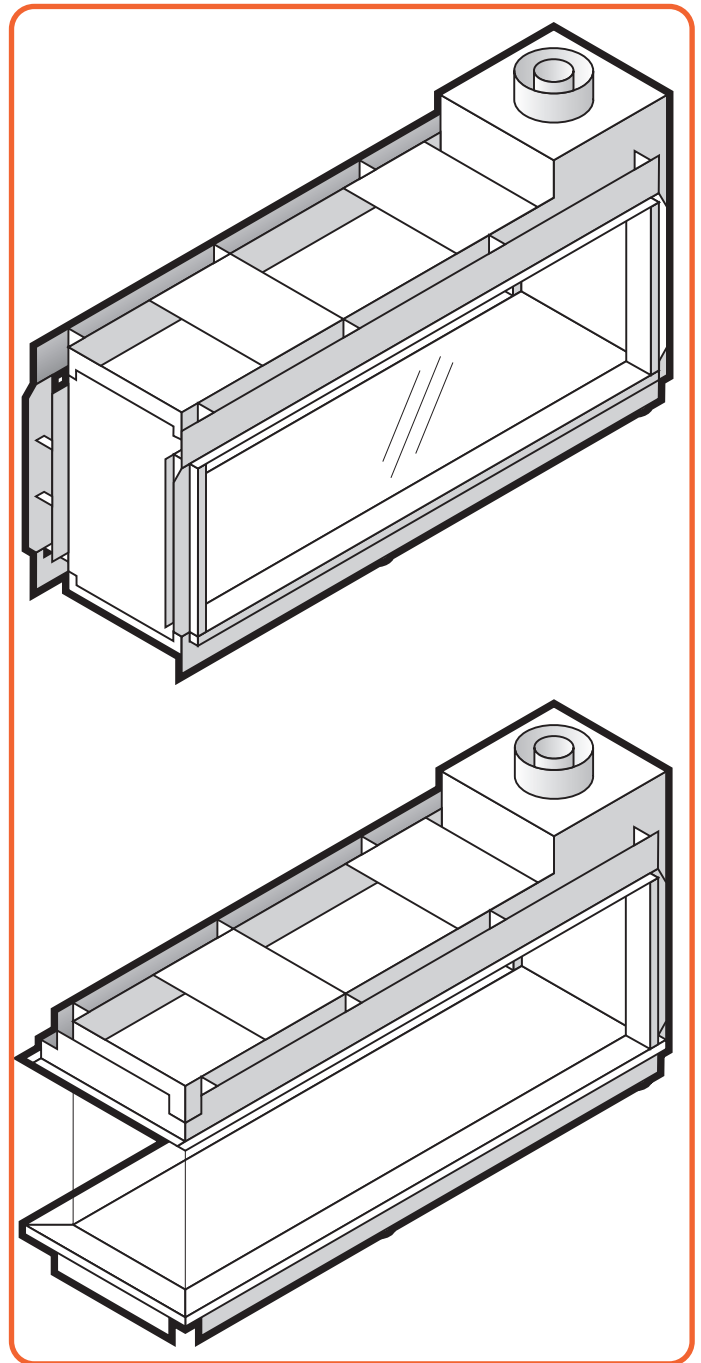

Figura 10.8 - Summum T und RD
10.1.3 (S)montaggio delle finiture di Summum 140 RD & T (vedi Figura 10.8)